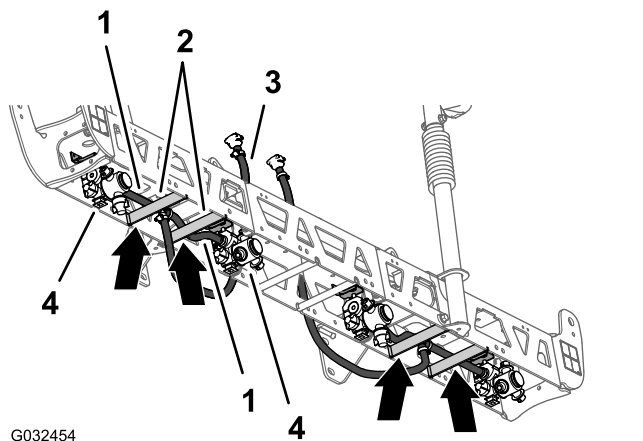
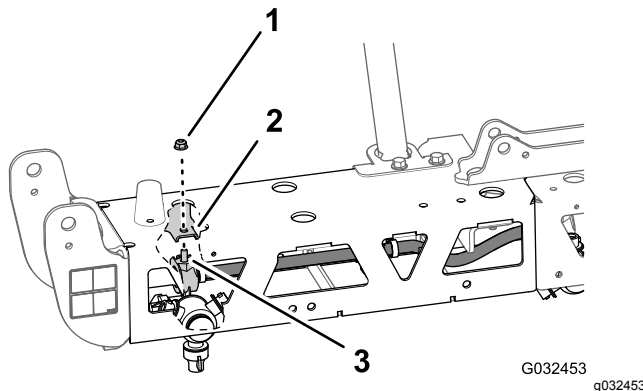

Figura 59
Figura 60
- Disponete il flessibile da 13 mm e il gruppo dell'ugello tra gli ancoraggi della trave esterna (Figura 59).
- Disponete il flessibile e l'ugello sopra l'ancoraggio della trave e all'esterno del supporto dell'ugello esterno (Figura 59).
- Allineate il bullone a testa esagonale (5/16" x 3/4") dell'ugello dell'irroratrice attraverso il foro nel supporto dell'ugello e fissate senza serrare l'ugello al supporto con un dado di bloccaggio flangiato (5/16") del kit di finitura dell'impianto di irrorazione GeoLink (Figura 60).
4. Disponete l'altro flessibile da 13 mm (10") e il gruppo dell'ugello tra gli ancoraggi della trave esterna (Figura 59).
5. Disponete il flessibile e l'ugello sopra l'ancoraggio della trave e all'interno del supporto dell'ugello interno (Figura 59).
6. Allineate il bullone a testa esagonale (5/16" x 3/4") dell'ugello dell'irroratrice attraverso il foro nel supporto dell'ugello (Figura 60) e fissate senza serrare l'ugello al supporto con il dado di bloccaggio flangiato (5/16") rimosso nei passaggi 1 e 4 di Rimozione degli ugelli dell'irroratrice (pagina 27).
8. Disponete il flessibile e l'accoppiatore dentellato da 13 x 810 mm sul lato della sezione di irradiazione centrale con le staffe di supporto di sinistra e destra (Figura 59).
9. Ripetete i passaggi da 1 a 8 per il flessibile e il gruppo dell'ugello sull'altra trave esterna (Figura 59 e Figura 60).